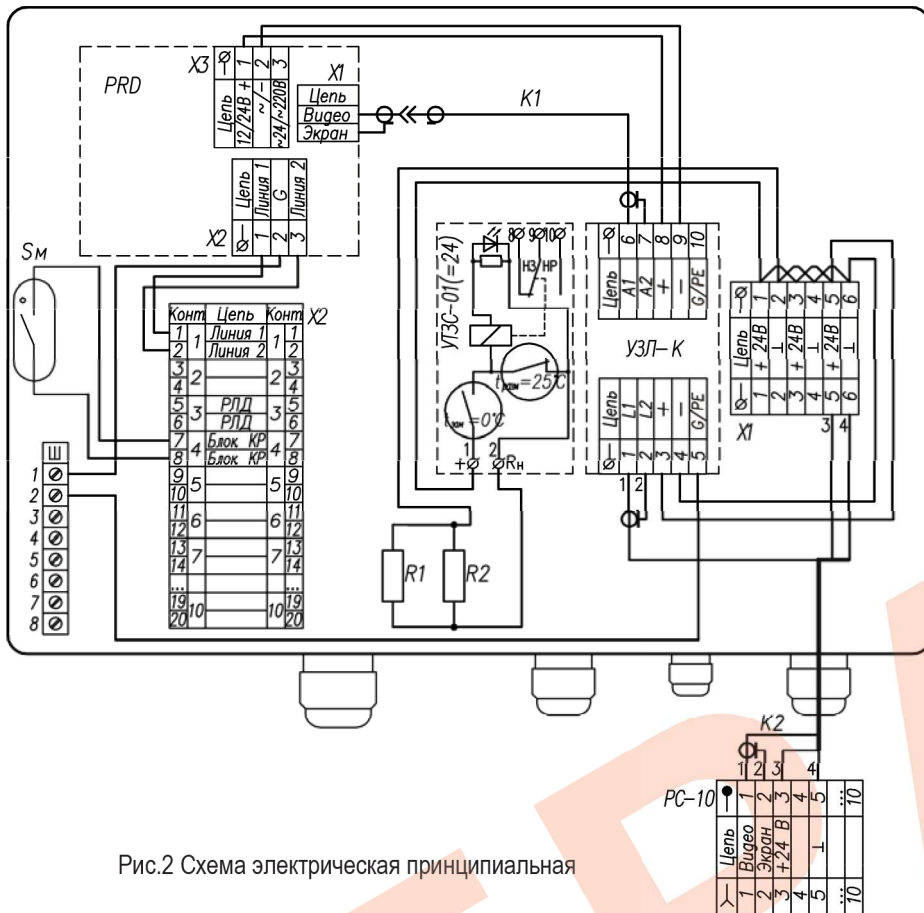
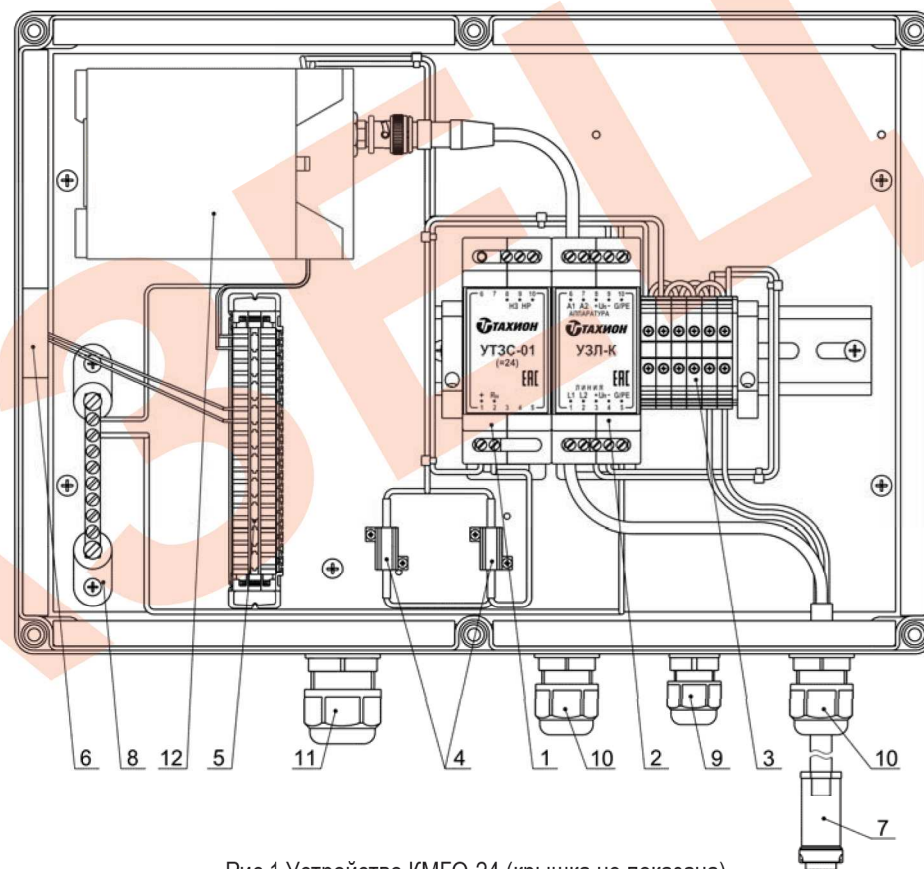

Рис.2 Схема электрическая принципиальная
Рис.1 Устройство КМГО-24 (крышка не показана)
В состав изделия входят (см. рис.1 и рис.2):
Подключение цепей изделия производится в соответствии со схемой электрической принципиальной рис.2. Для подключения необходимо:
1. Заземлить любой свободный контакт нулевой шины Ш (поз.8 рис.1).
4. Подключить магнитоконтактный извещатель Sm (поз.6 рис.1) к внешнему устройству сигнализации через контакты 7 и 8 (4-я пара) планты X2.
5. Розетку PC-10 (поз.7 рис.1) подключить к вилке РСГ-10, установленной на гермовбоксе телекамеры.